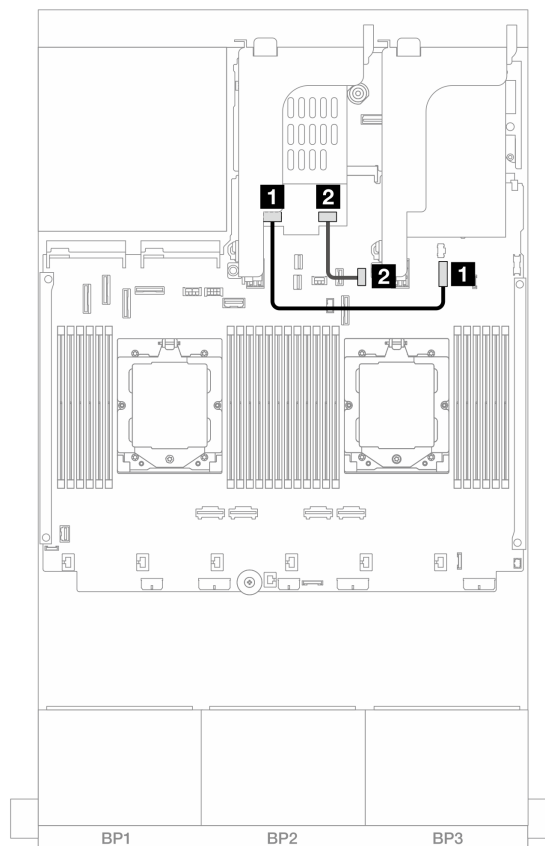

図 306. SATA ケーブル配線
- 329 ページの 図 306 「SATA ケーブル配線」